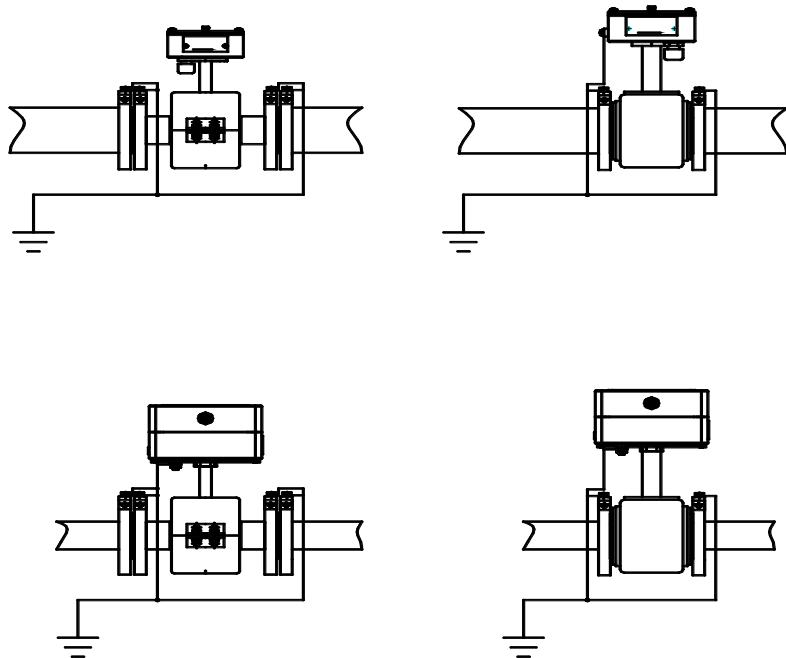

Рисунок 8.8
8.4.1 В выбранном месте установки ТС в верхней части трубопровода делается отверстие под защитную гильзу. Глубина погружения чувствительного элемента ТС должна быть $(0,3-0,7)D$, где D – внутренний диаметр трубопровода (рисунок 8.8 а).